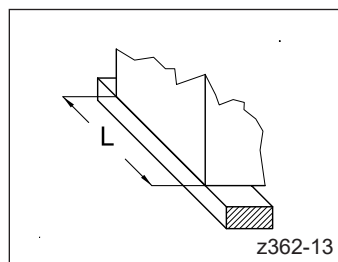

Abbildung 19: Positionierung einer Heißkanalbaugruppe auf einer Holzlatte
- Wenn möglich, sollte immer die gesamte Länge L der Heißkanalbaugruppe unterlegt werden (siehe Abbildung 19).